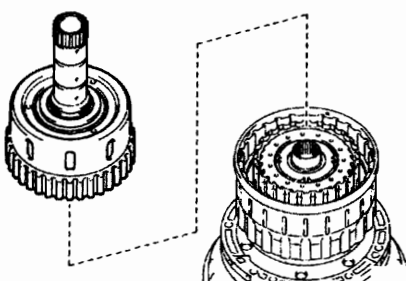

图 12-1-120
(7) 拆下前进挡离合器毂分总成。
①如图 12-1-120 所示,从离合器鼓总成上拆下前进挡离合器毂分总成。